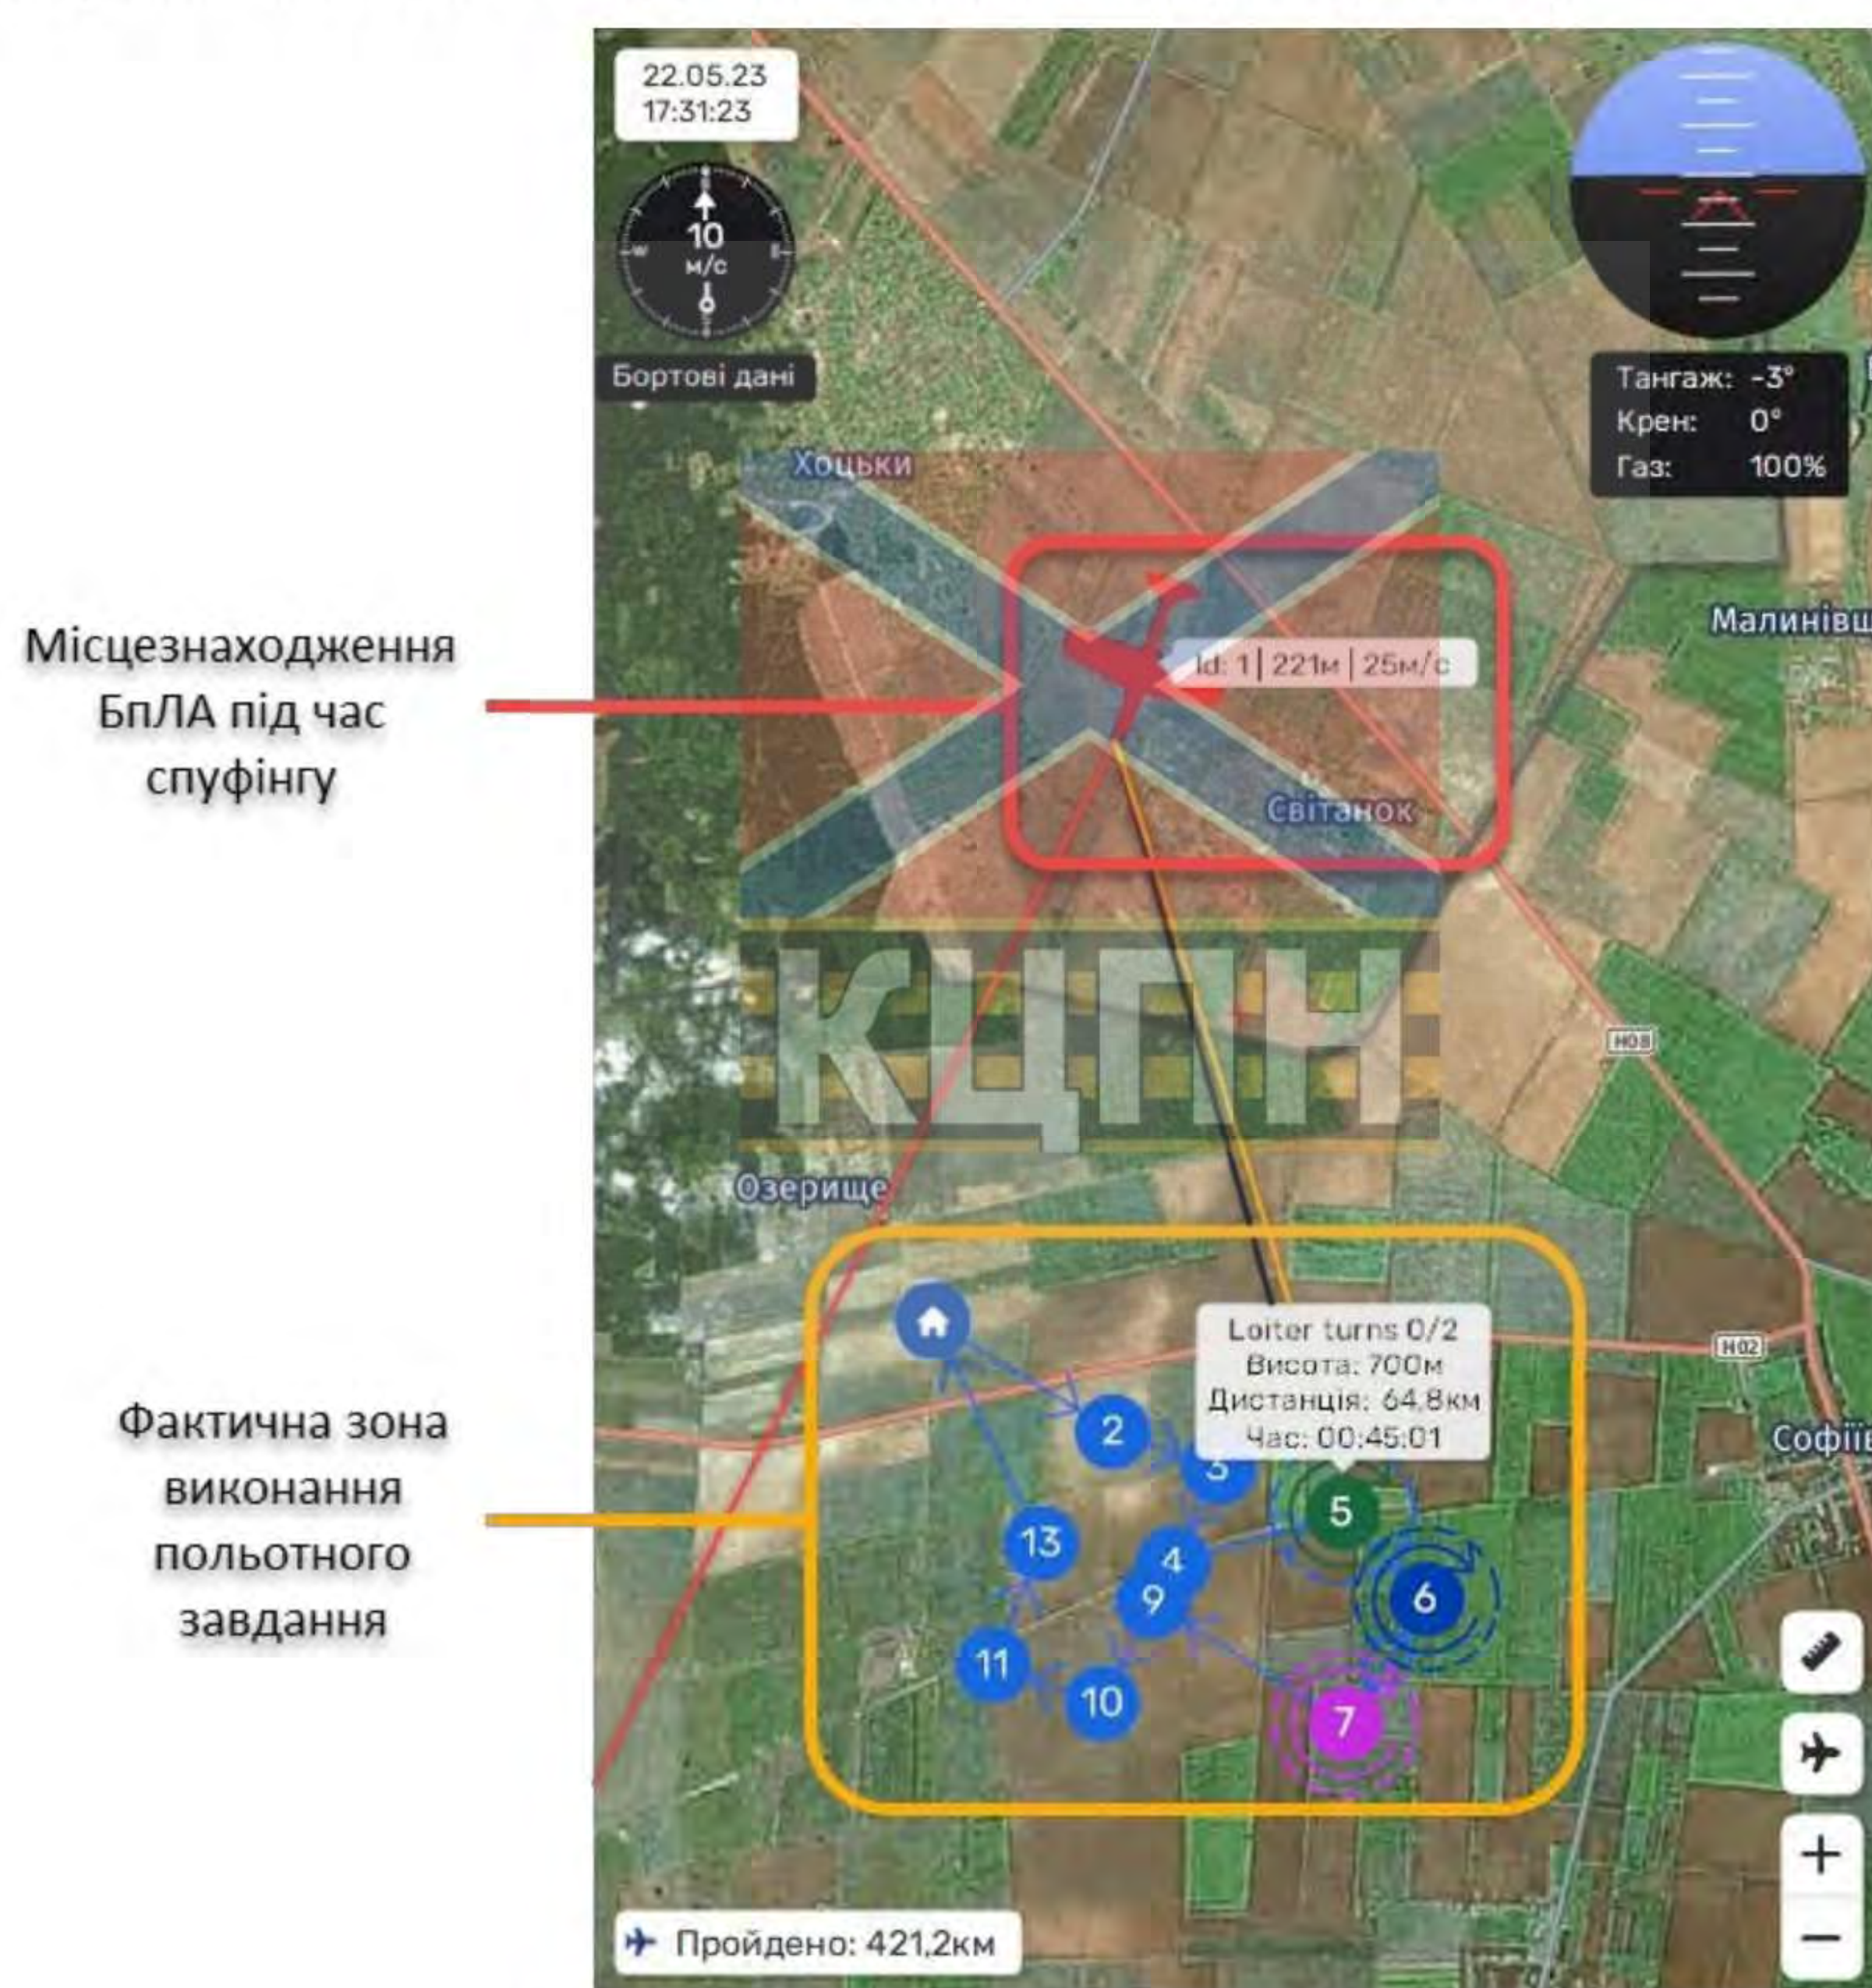

Рис. 1 Пример спуфинга
Спуфинг (Рис. 1) - метод воздействия на навигационную систему GNSS БпЛА средствами РЭБ, имитирующими созвездия спутников и посылающими фальшивые сигналы GNSS позиционирования с большей мощностью, чем реальные созвездия. Таким образом происходит подмена фактических координат местонахождения БпЛА на фальшивые. В результате местонахождение БпЛА на карте ПО не соответствует фактическому, при наблюдении с ГОЭС.
- резкое перемещение местонахождения БпЛА на карте (Рис. 1).